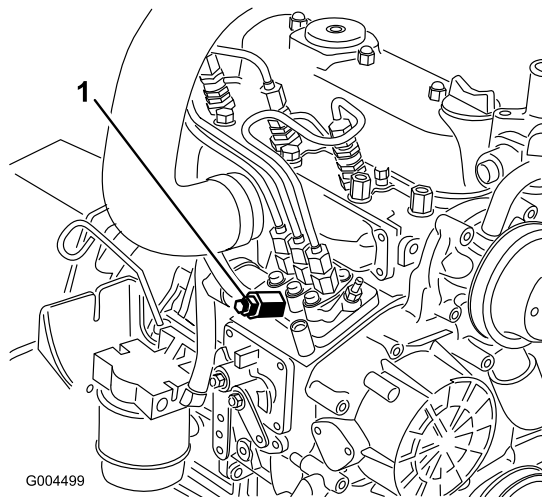

Figura 62
3. Coloque un trapo debajo del tornillo de purga de aire de la bomba de inyección de combustible, y abra el tornillo (Figura 62).